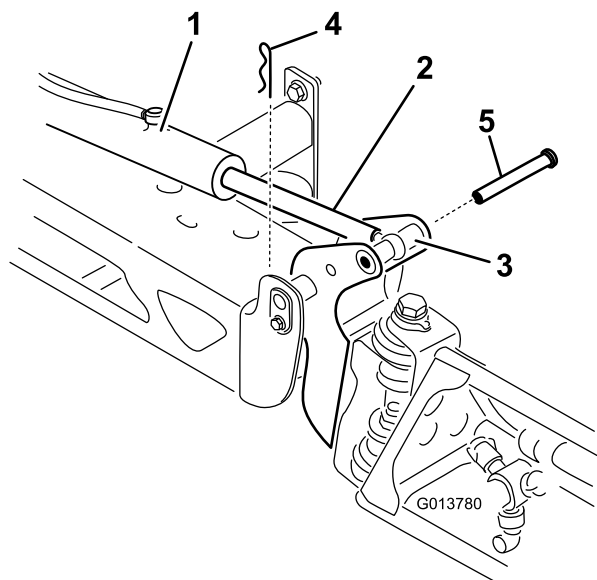

Figura 63
2. Retire o perno de gancho do pino de articulação (Figura 63).
3. Eleve rampa e retire o pino (Figura 63) e lentamente baixe a rampa para o solo.
9. Enquanto segura na rampa, insira o pino através tanto da articulação da rampa como da barra do acionador (Figura 63).